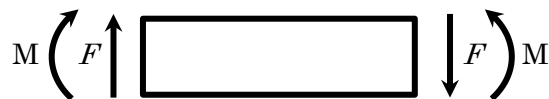

図 4
- (1) せん断力線図、曲げモーメント線図はそれぞれどのような略称で表されるか。英字の大文字で答えなさい。(各 2 点)
- (2) A-B に作用するせん断力および曲げモーメントを以下の①, ②の指示に従って、それぞれ求めよ。ただし、せん断力や曲げモーメントの正の方向は図 4 に従うものとする。また、自由端からの距離を $x\text{ m}$ とする。(各 3 点×4 計 12 点)
- ①A-C 間：せん断力の値および曲げモーメントを求める式をそれぞれ求めよ。
- ②C-B 間：せん断力の値および曲げモーメントを求める式をそれぞれ求めよ。
- (3) 解答用紙の(A)にせん断力線図, (B)に曲げモーメント線図をそれぞれ作成しなさい。せん断力や曲げモーメントに変化を生じる各部において、その大きさが分かるよう数値および単位を付記すること。(4 点×2 計 8 点)